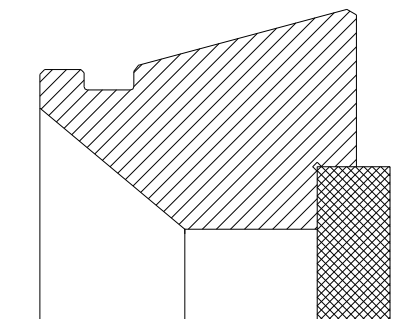

Abbildung 6.3
1. Wenn die Spannlänge eines Werkstückes 8 mm oder weniger beträgt, ist es bis zur Baugröße 65 erforderlich gekürzte Spannköpfe zu verwenden. Diese haben die Bezeichnung SG statt SK. Die Abbildung 6.3 zeigt einen gekürzten Spannkopf mit eingearbeitetem Spanndurchmesser und Absatz zum Anschlagen des Werkstückes. Bei Verwendung von Standard-Spannköpfen besteht bei kurzen Kopfspannungen die Gefahr des unbeabsichtigten Auskuppelns.